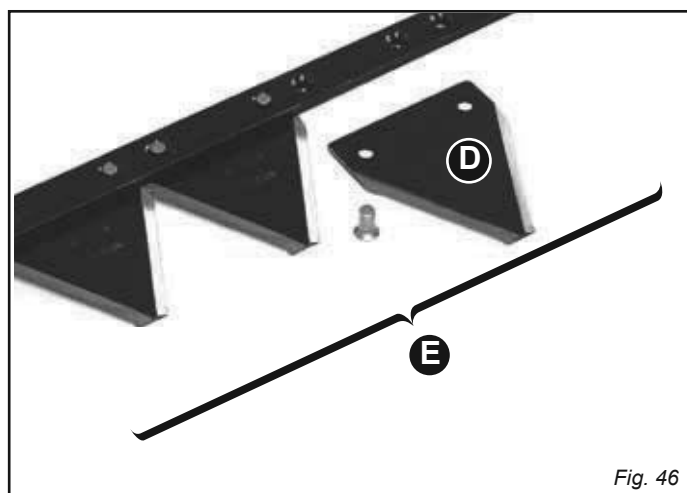

Fig. 46
ERSETZEN DER ABSCHNITTHALTESTANGE (E, Abb. 46)
ERSETZEN DER ABSCHNITTE (D, Abb. 46)
- Einen neuen Abschnitt mit den speziellen Nieten vernieten (D, Abb. 46).